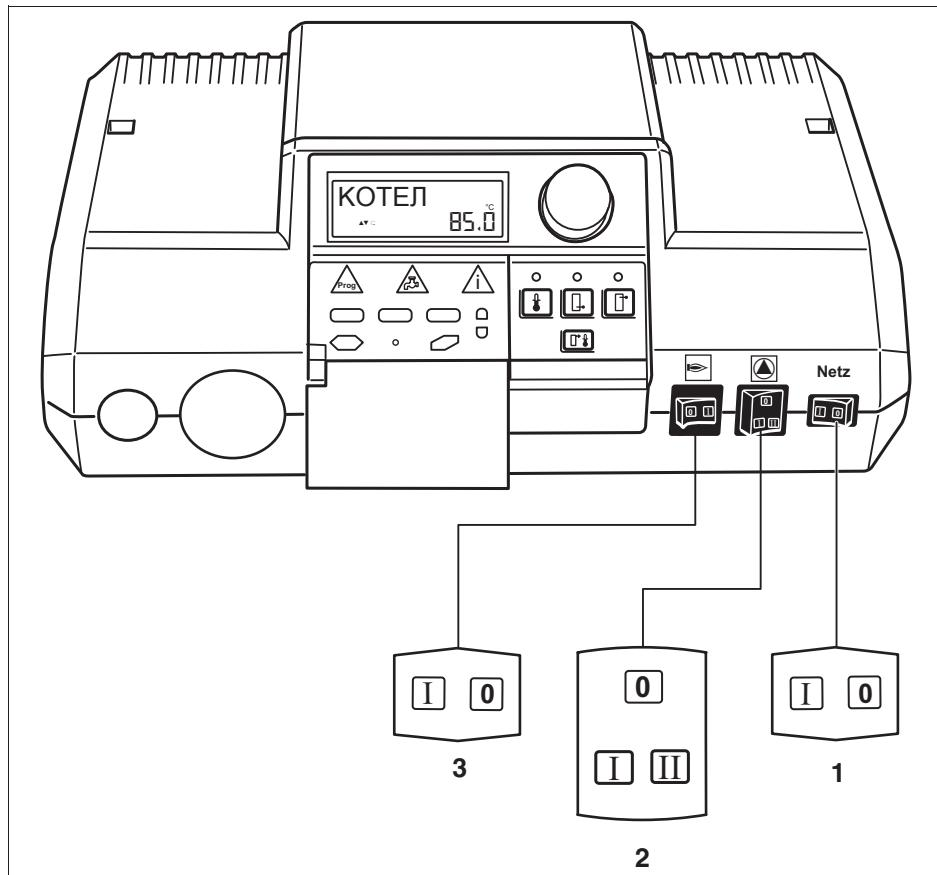

Рис. 3 Кнопки, необходимые для включения
- Установите пусковой выключатель на "I" (ВКЛЮЧЕНО) (рис. 3, **поз. 1**).
- Установите выключатель циркуляционного насоса на "II" автоматический режим (рис. 3, **поз. 2**).
- Установите переключатель автоматического подключения дизельного/газового котла на "I" (ВКЛЮЧЕНО) (рис. 3, **поз. 3**).
Установите пусковой выключатель в положение "0" (рис. 3, **поз. 1**).